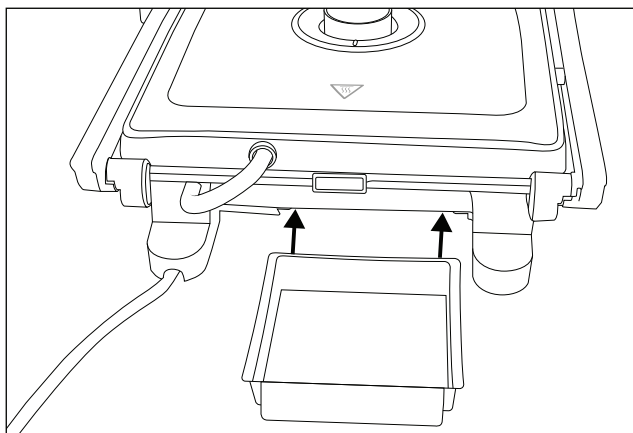

Fig. 1
- 1) Închideți capacul aparatului cu ajutorul mânerului ❸.
- 2) Introduceți recipientul colector pentru suc ❹ în suportul de pe partea din spate a aparatului (fig. 1).
- ◆ Închideți sistemul de blocare de siguranță ④.
- ◆ Racleta de curățare ⑧ poate fi așezată spre păstrare în recipientul colector pentru suc ⑨. Introduceți apoi recipientul colector pentru suc ⑨ în suportul de pe partea din spate a aparatului (fig. 1).